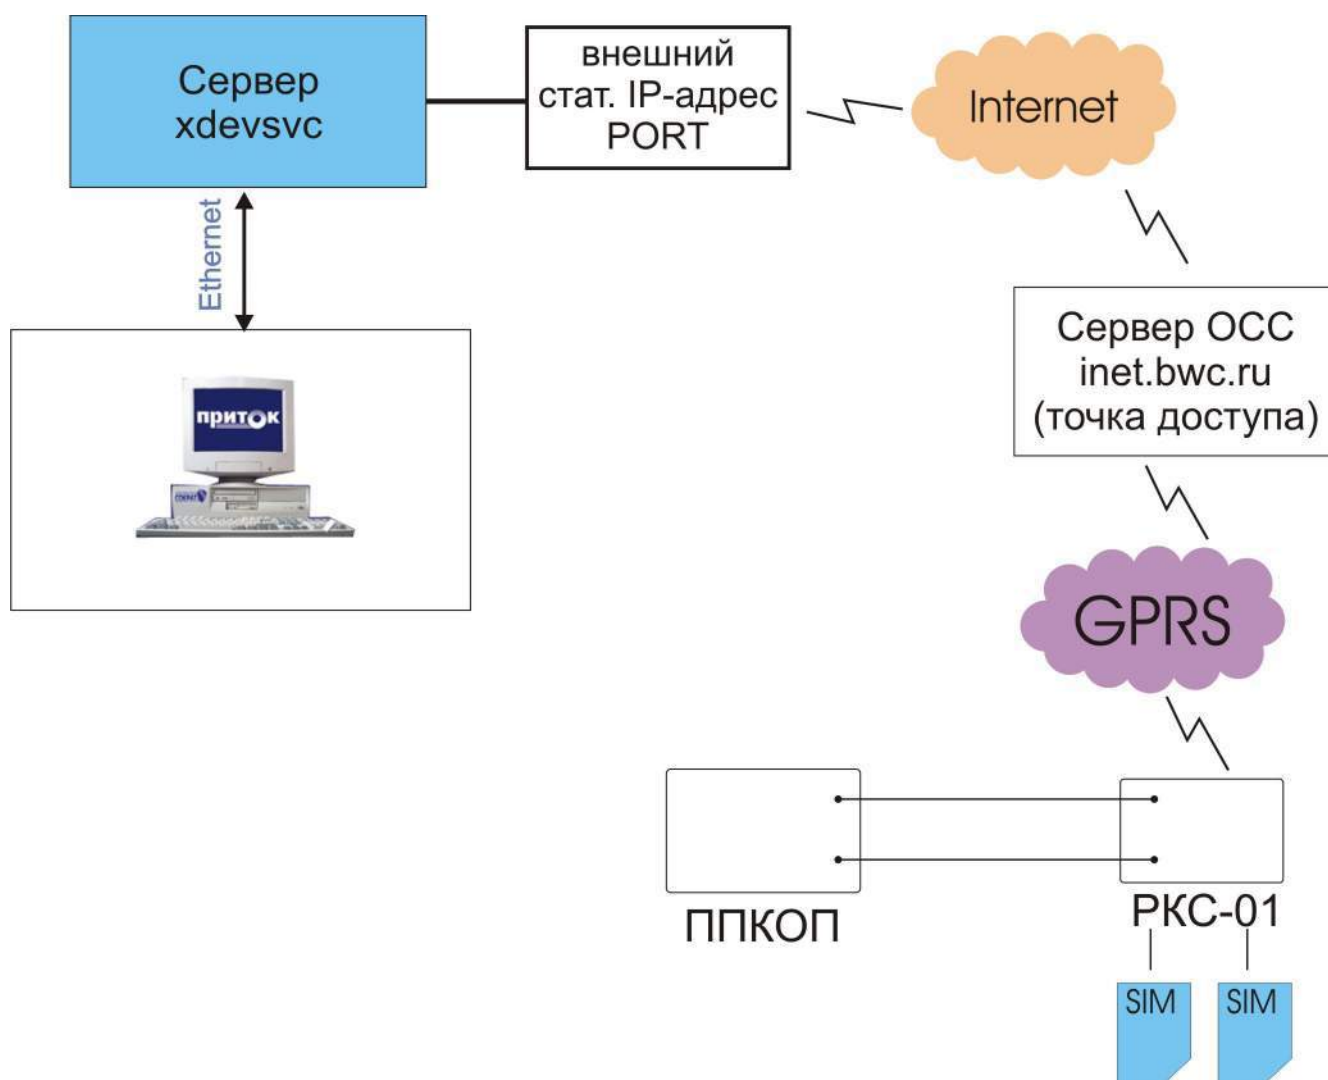

Рисунок 2: Использование коммуникатора РКС в качестве основного оборудования связи.
**Примечание:** Возможна эксплуатация коммуникатора РКС в режиме только одного резервного канала без использования проводного ретранслятора (см. рис. 2).